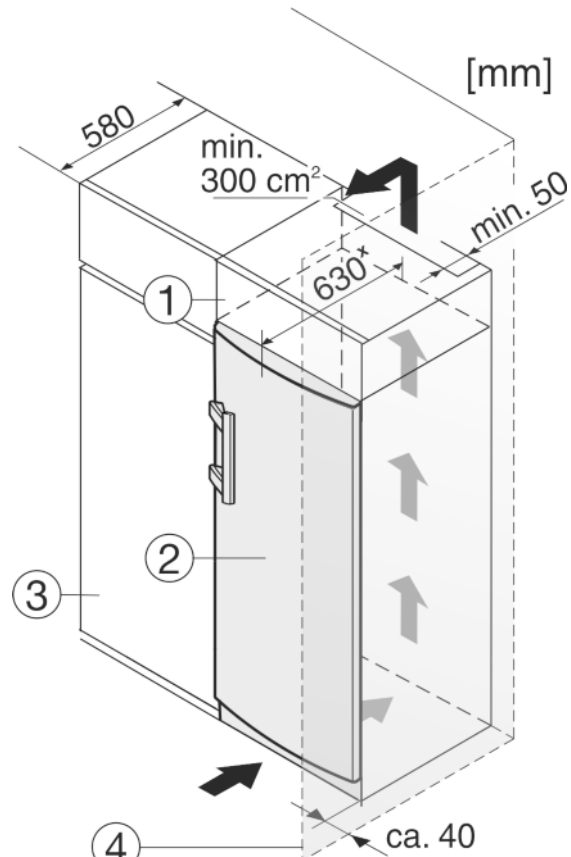

Fig. 9
L'appareil peut être entouré de meubles de cuisine. Pour adapter l'appareil Fig. 9 (2) à la hauteur des placards de la cuisine intégrée, on peut placer un élément haut Fig. 9 (1) au-dessus de l'appareil.
Lors de la transformation avec des placards de cuisine (profondeur max. 580 mm), l'appareil peut être placé directement à côté du placard de cuisine Fig. 9 (3). L'appareil dépasse latéralement de 34 mm\* et de 50 mm\* au centre de l'appareil par rapport à la face avant du placard de cuisine.
Si l'appareil est installé avec les charnières à côté d'un mur Fig. 9 (4), la distance entre l'appareil et le mur doit être de 40 mm min. Ceci correspond à la saillie de la poignée lorsque la porte est ouverte.